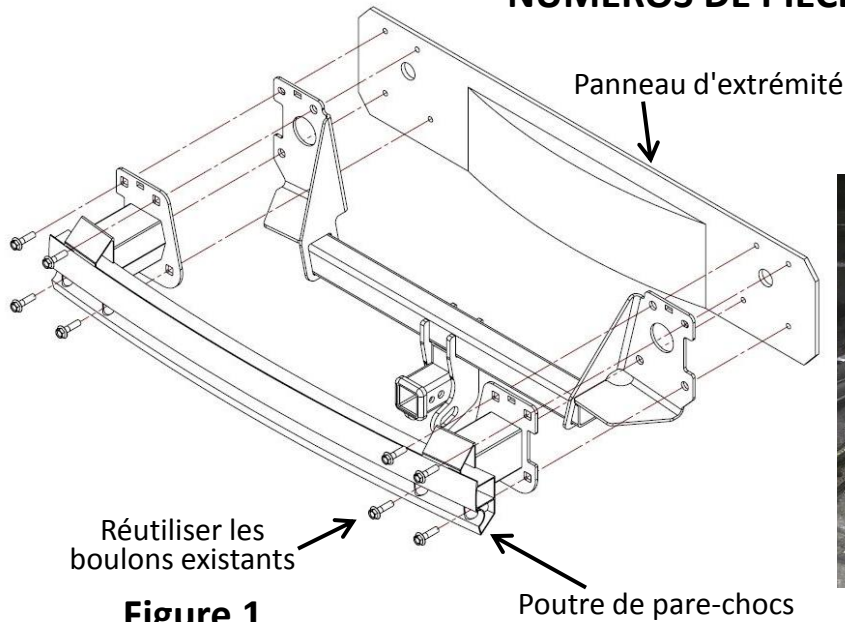

Figure 2
1. Unclip the sensor antenna wire from the vehicle forward edge of the inside of the bumper fascia to move it out of the trim area. Figure 2
Unclip the sensor antenna wire from the vehicle forward edge of the inside of the bumper fascia to move it out of the trim area. Figure 2
1. Détacher le fil d'antenne du capteur situé à l'intérieur du carénage de pare-chocs vers le bord avant du véhicule afin de le déplacer à l'écart de la zone de découpage. Figure 2.
Détacher le fil d'antenne du capteur situé à l'intérieur du carénage de pare-chocs vers le bord avant du véhicule afin de le déplacer à l'écart de la zone de découpage. Figure 2.